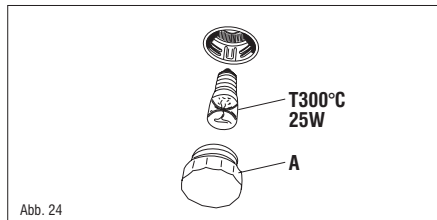

Abb. 24
Backofenlampe (Abb.24) Bei der verwendeten Lampe handelt es sich um eine spezielle, temperaturbeständige Ausführung. Zum Austausch wie folgt vorgehen: den Stecker von der Steckdose abziehen oder die Stromzufuhr durch Abschalten der elektrischen Hauptleitung unterbrechen, die Glasschutzhülle (A) demonstrieren und die durchgebrannte Glühbirne durch eine vom gleichen Typ ersetzen, danach erneut den Glasschutz aufsetzen.